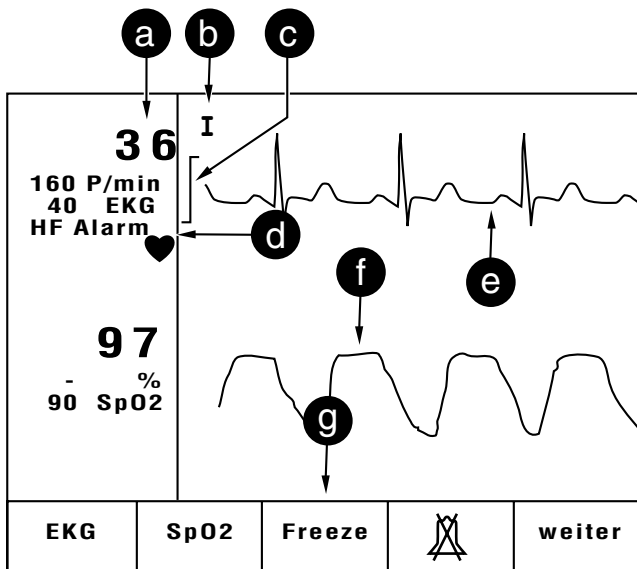

Bild 6-5 Standardbild
- die Alarmursache wird im Display angezeigt (d, Bild 6-5)